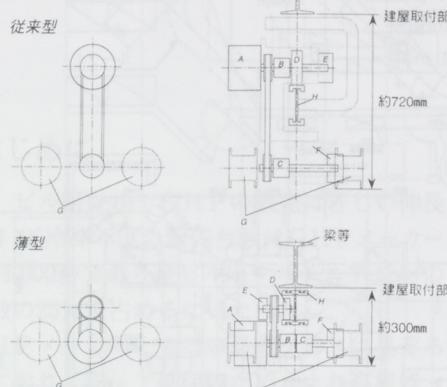

図1 機構配置図
図1はそれぞれ従来モデルと「YDMS50U」の機構配置を表した図である。従来モデルはI型のレール上面を駆動輪が走行し、駆動輪同軸上にDD(ダイレクト・ドライブ)モータが配置されている。リフト機構はレール下部に配置され、タイミングベルトを介してDDモータより動力が伝達される。つまり、上から順番に①モータ及び駆動輪、②レール、③リフト機構と縦に配列されているため、全高寸法は720mmとなっていた。